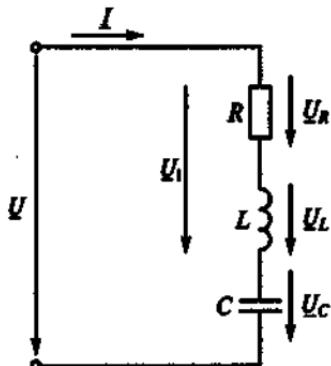

Рис. 77
3.14. Каковы напряжения U_R , U_L , U_C и U_I и ток I при резонансе напряжений в цепи на рис. 77, если $U = 220 \text{ В}$, $R = 22 \Omega$, $x_L = 200 \Omega$? (Указать неправильный ответ.)